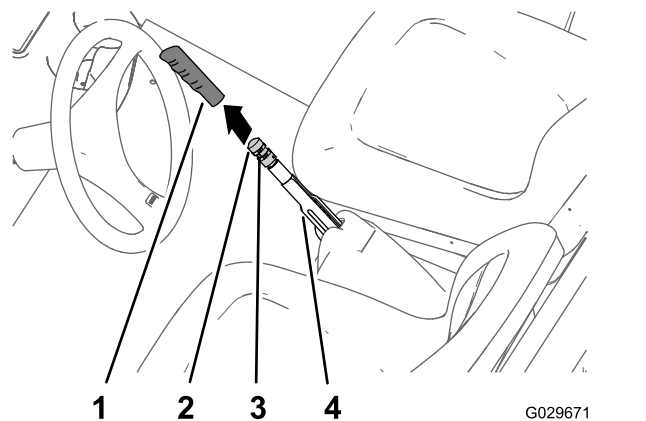

Figura 49
1. Rimuovete l'impugnatura dalla leva del freno di stazionamento (Figura 49).
2. Allentate la vite a pressione che fissa la manopola di regolazione del freno alla leva del freno di stazionamento (Figura 49).
3. Ruotate la manopola di regolazione del freno fino a raggiungere una forza pari a 133–156 N per inserire la leva del freno di stazionamento (Figura 49).
4. Serrate la vite a pressione e montate l'impugnatura (Figura 49).
2. Allentate la vite di fermo (Figura 49) che fissa la manopola di regolazione del freno alla leva del freno di stazionamento, disinserite il freno di stazionamento e allentate la manopola di regolazione del freno.
5. Ruotate la manopola di regolazione del freno (Figura 49) fino a quando non è necessaria una forza pari a 133–156 N per inserire la leva del freno di stazionamento.
- C. Ruotate la manopola di regolazione del freno (Figura 49) fino a quando non è necessaria una forza pari a 133–156 N per inserire la leva del freno di stazionamento.
- Serrate la vite a pressione e montate l'impugnatura (Figura 49).